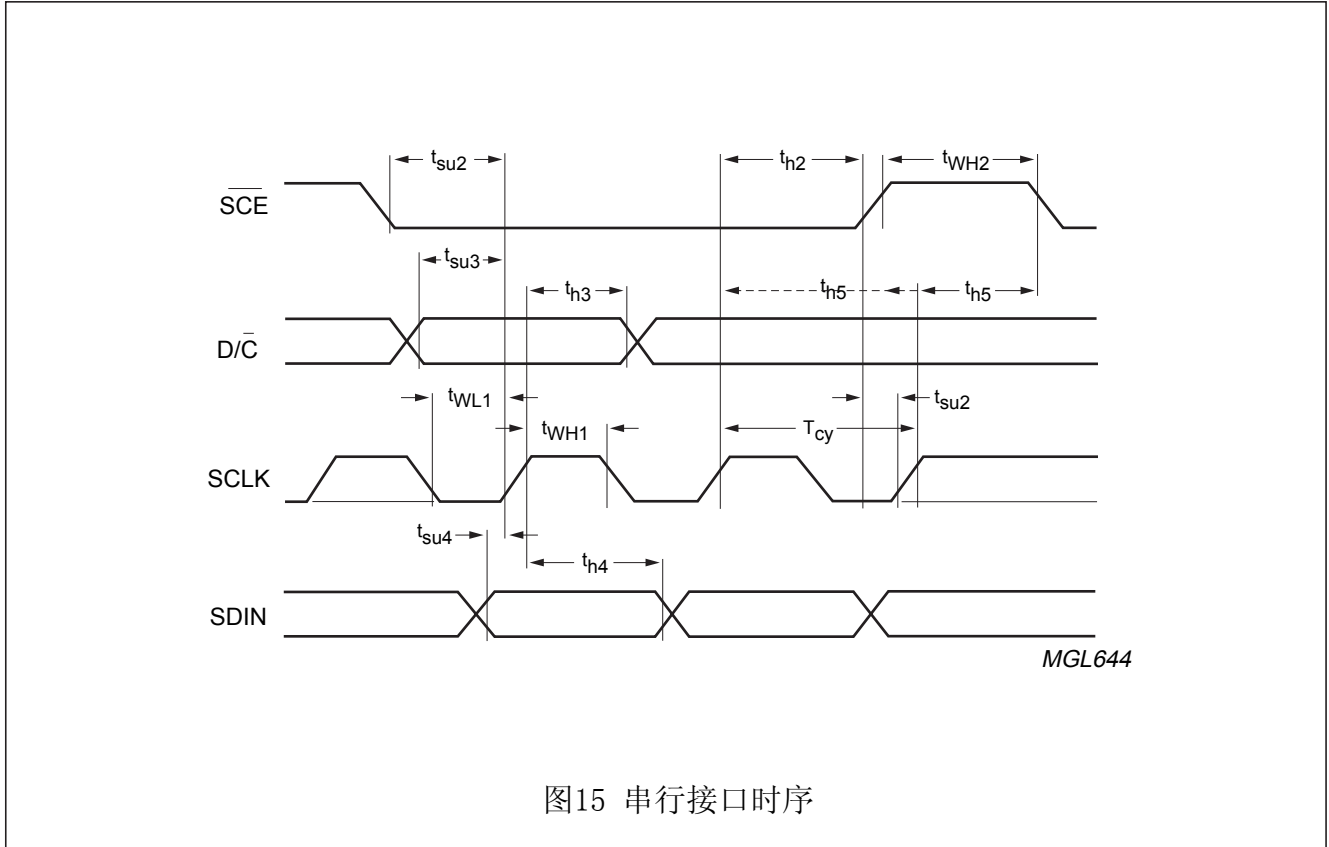

图15 串行接口时序
3. t_{h5} 是从前一个SCLK 正缘 (与 SCE状态无关)到SCE的负缘的时间 (见图15)。